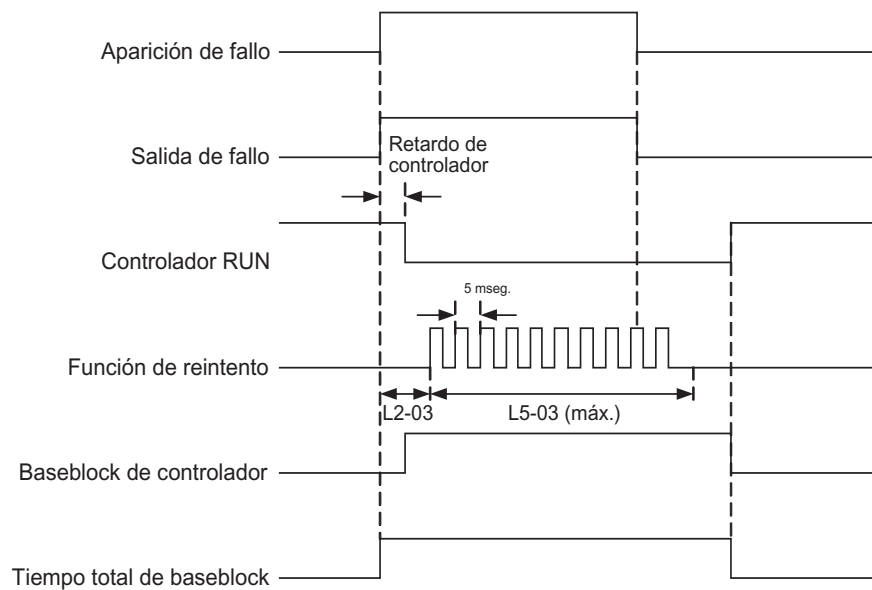

Fig. 6.38 Diagrama de tiempos para la función de re arranque
- El número de autoarranques se puede configurar en el parámetro L5-01. Si se produce un fallo, el convertidor realiza el autoarranque correspondiente a Fig. 6.38. El convertidor intenta reanudar cada 5 milisegundos hasta el tiempo máximo de L5-03. Todos los reintentos efectuados durante el tiempo de L5-03 se consideran como un solo intento de reanudar.